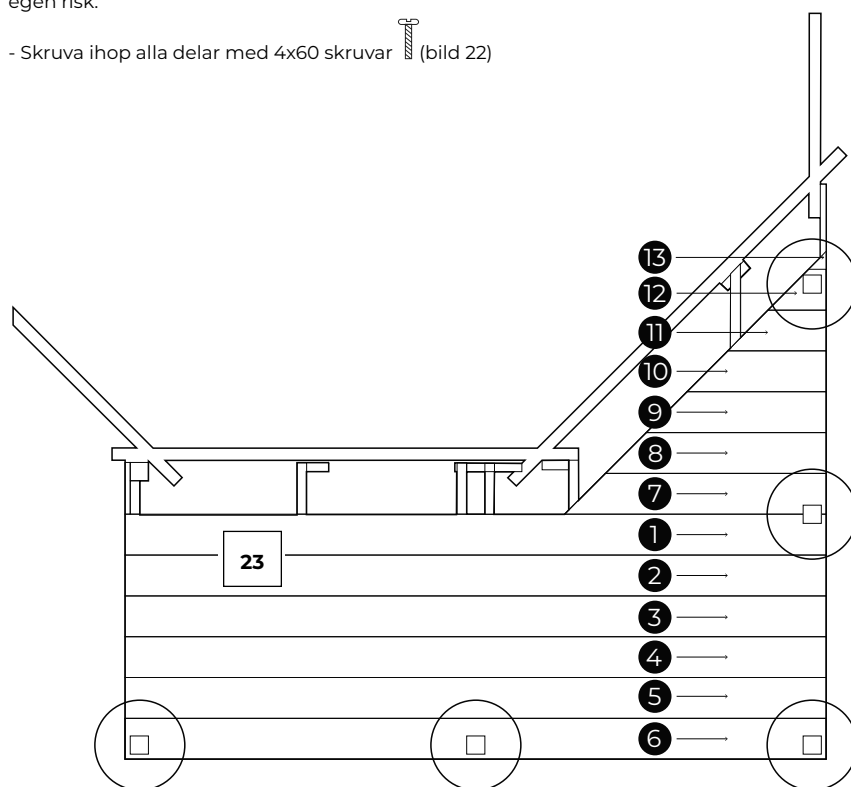

Bild 20
- Lägg golvet i den ordning som anges i ordningen (bild 20)
- Gör snitt i de markerade brädorna för att anpassa dem på rätt sätt. (bild 20 och bild 21)